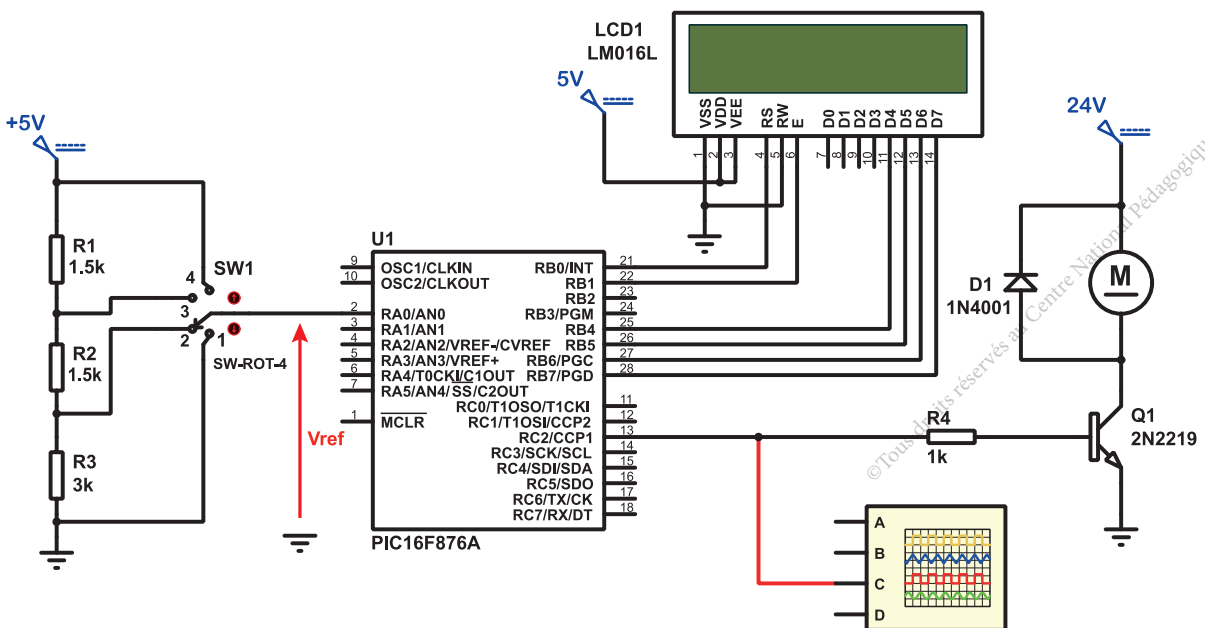

Figure 31
La variation de vitesse des essuie-glaces est assurée par un montage à base du microcontrôleur de type PIC 16F876A (voir figure 31).
2.1. En se référant à la figure 31, compléter le tableau ci-dessous en précisant le canal du convertisseur et la sortie du module M.L.I utilisés.